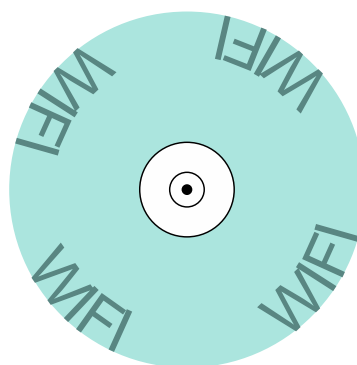

Figuur 18
Als uw kachel een Ecoaire Insert is, moet u de veiligheidsthermostaat op de panelen van de inbouw bevestigen. Deze panelen hebben al een opening waarlangs u de thermostaat inbrengt (③) volgens *figuur 18*. U bevestigt deze aan de inbouw met een bout (②) en draait vervolgens de dop erop (①).